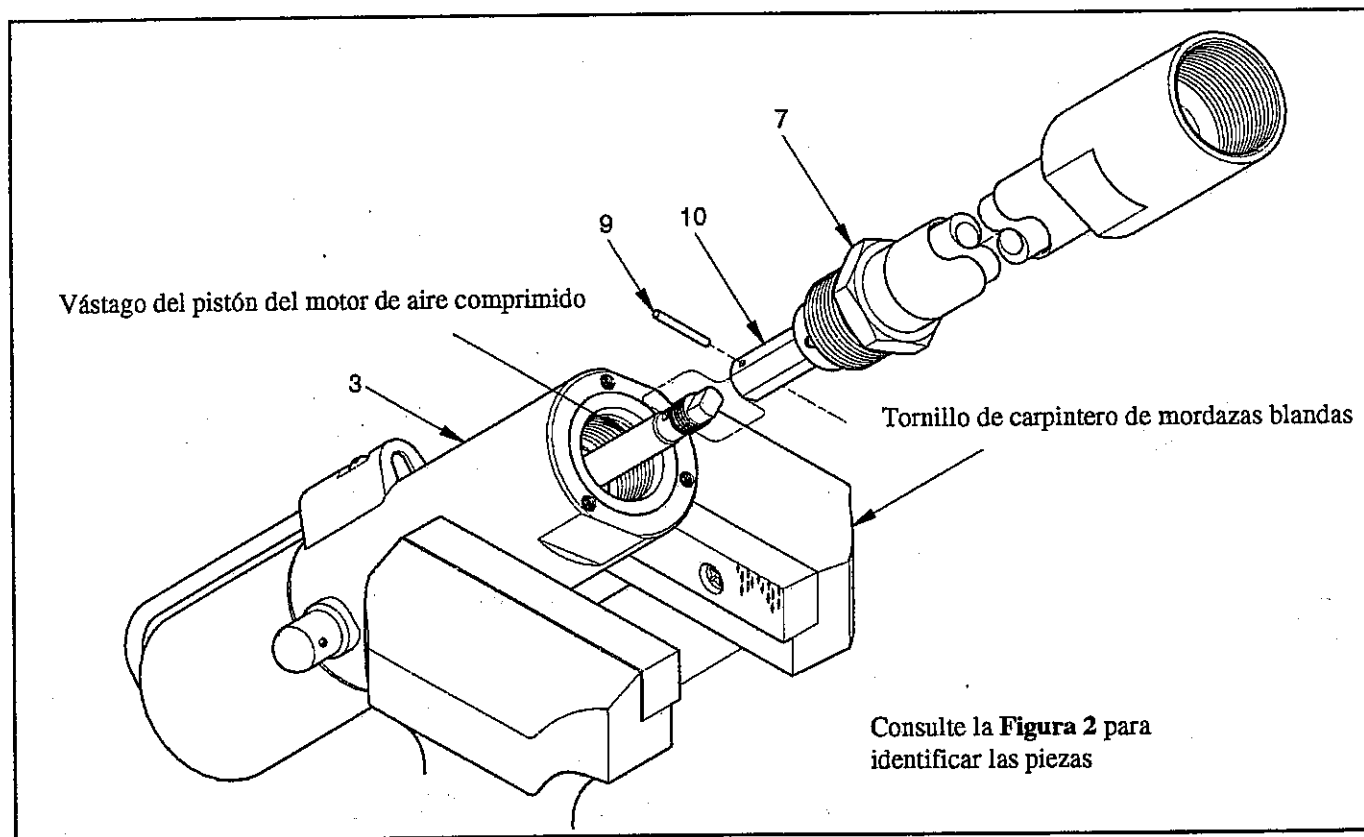

Figura 4 Separación del ensamblaje del tubo de bombeo del motor de aire comprimido
1. Coloque el ensamblaje de la bomba en un tornillo de carpintero de mordazas blandas. Consulte la **Figura 4**.
2. Desenrosque el adaptador del tubo (7) del ensamblaje del motor de aire comprimido (3).
3. Retire la clavija (9) que sujeta el vástago acoplador (10) al vástago del pistón del motor de aire comprimido.